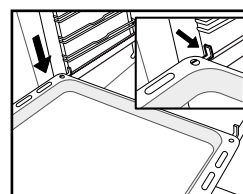

Рис. 5
5. Установите принадлежности на направляющие (Рис. 5, 6).